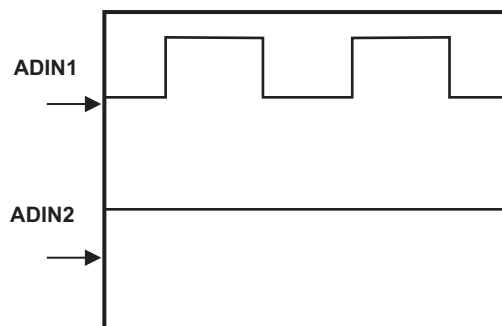
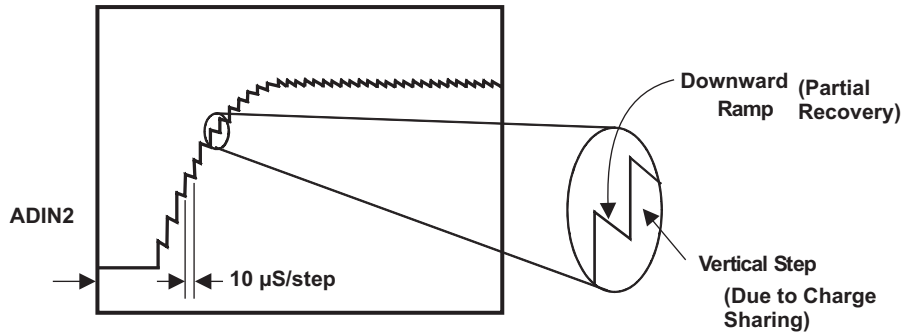

图 4. 足够稳定时间
图 6. 仔细检查边沿
在图 4 至图 6 中，人为制造的示波器照片用来演示  $C_{samp}$  没有足够稳定时间所带来的影响。例如，在一个 10μs 组周期转换时间内，有两个正在按顺序转换的通道。第一个通道上有一个 100Hz 的方波，第二个通道是一个直流 (DC) 信号。